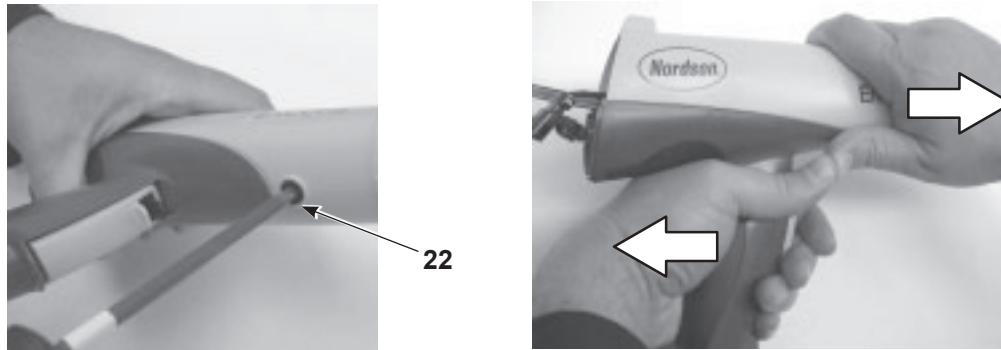

Figura 6-2 Separación del cuerpo de la pistola de la empuñadura
4. Ver la Figura 6-2. Extraer el tornillo de nailon negro (22) del cuerpo de la pistola.